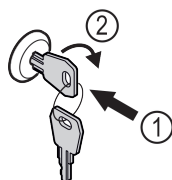

Fig. 169
- ▶ Introducir la llave Fig. 169 (1).
- ▶ Girar la llave 90° en sentido horario Fig. 169 (2).